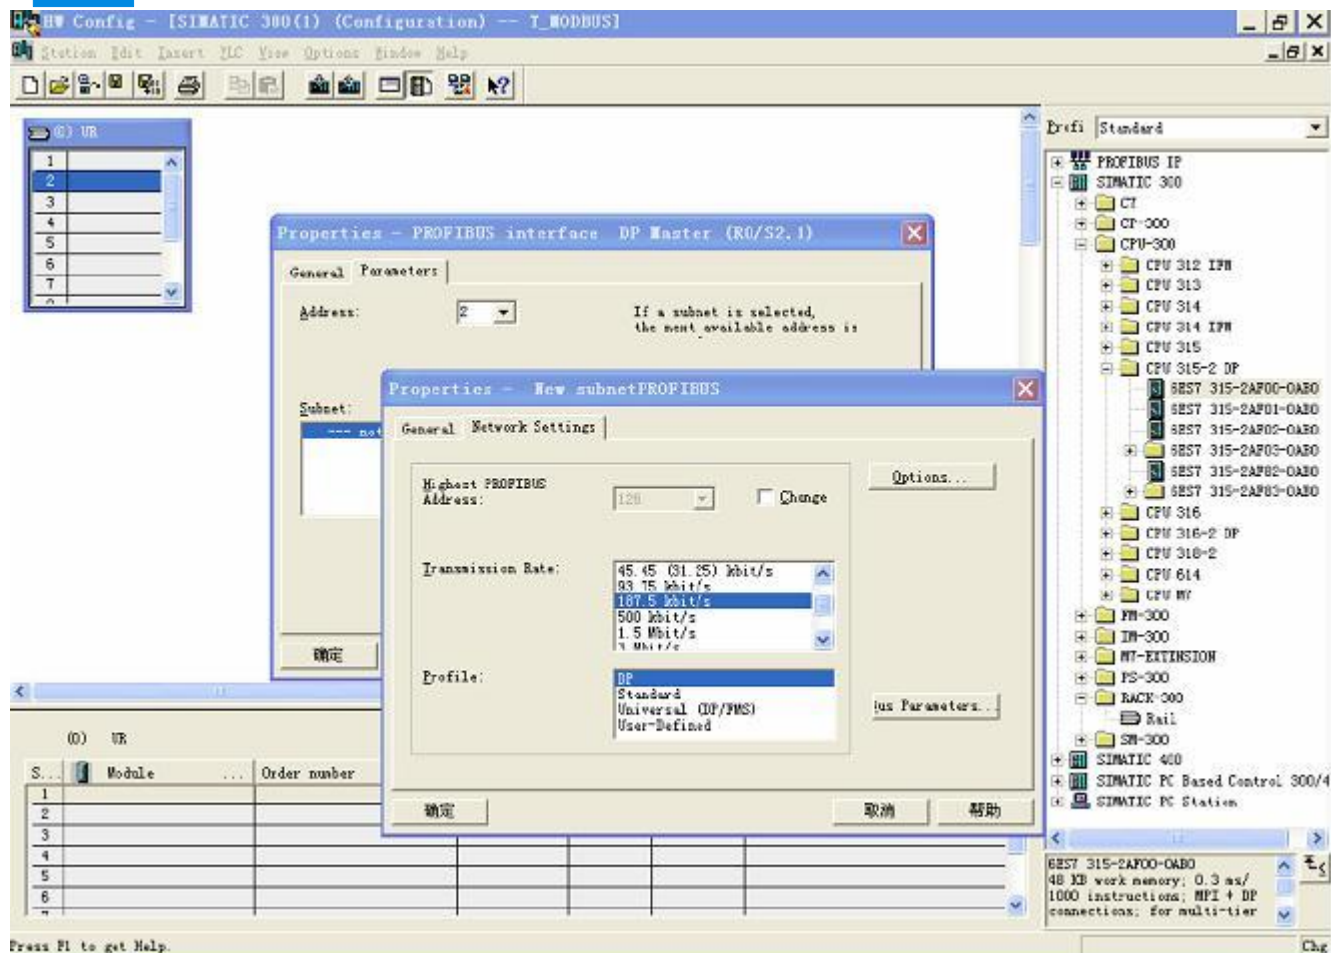

图 8
9. 创建 PROFIBUS DP 网络, 设置 PROFIBUS DP: New → Network settings, 选择 DP, 选择一个波特率如 187.5Kbps, 然后 “OK”, 双击它; 如图 8: